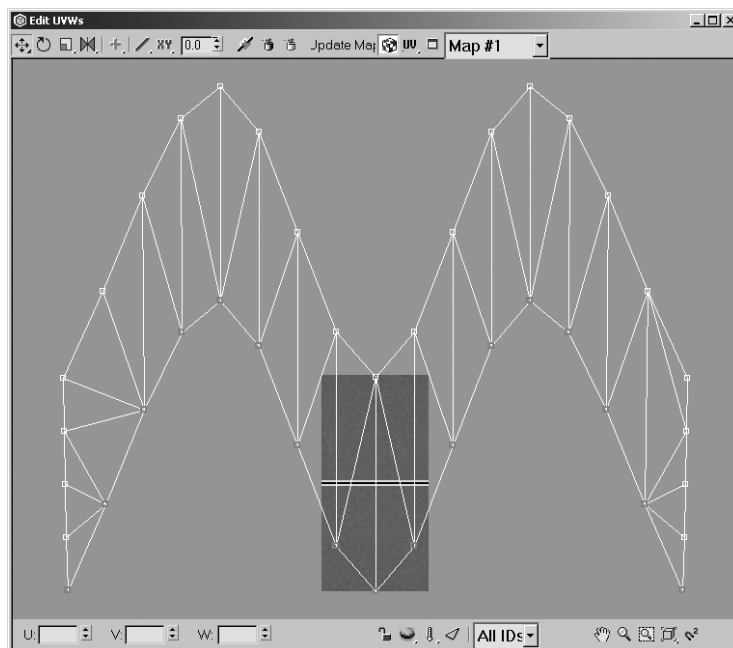

Рисунок 18.23. Вид окна *Edit UVWs*, в котором показано, каким образом текстура асфальтовой дороги подогнана по каркасу дороги
5. Щелкните на кнопке Zoom Extents (Показать полностью), расположенной в нижнем правом углу окна Edit UVWs, как показано на рис. 18.23. При этом выделяются нижние вершины решетки редактирования пропорциональных координат проецирования.
6. Аккуратно выделите попарно все вершины, соответствующие координатам проецирования текстуры в нижней части дороги, руководствуясь рис. 18.23.